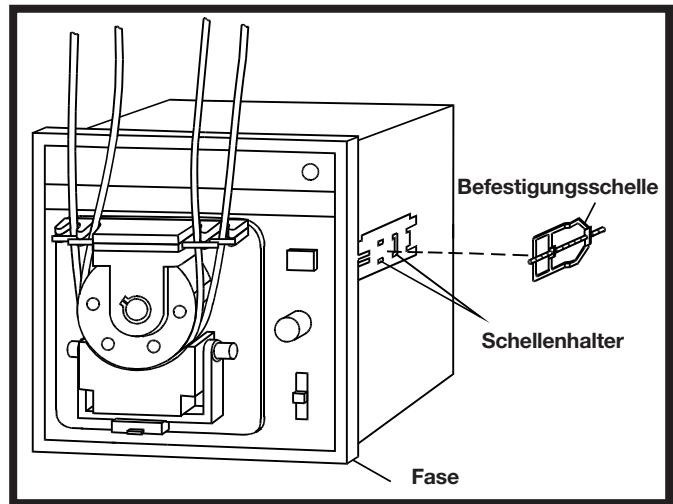

Abbildung 5. Installation der Befestigungsschelle
2. Zwischen den gerillten Schellenhaltern auf einer Seite des Gehäuses eine **Befestigungsschelle** anbringen (Abbildung 5) und die Befestigungsschelle nach hinten schieben, damit sie in den Rillen der Halter festgehalten wird.